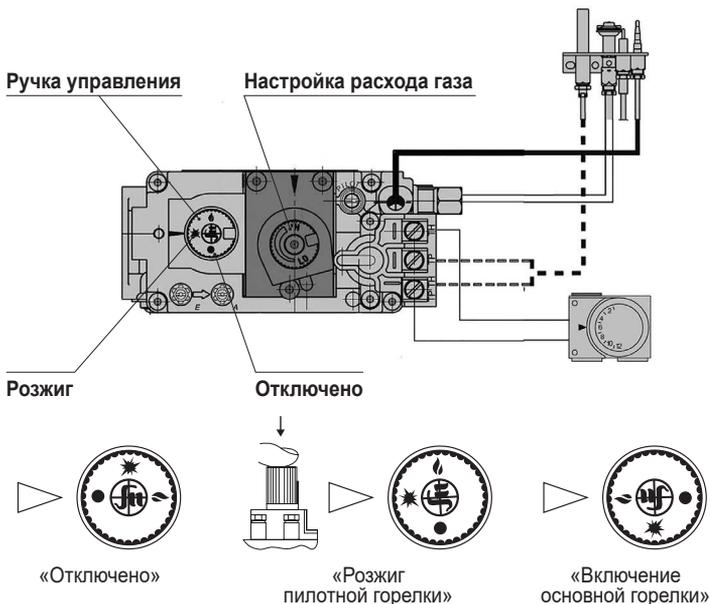

Рисунок 10
- Установить ручку газового блока в положение «Отключено» (см. рис. 10)
ВНИМАНИЕ! для повторного розжига котла НЕОБХОДИМО УСТАНОВИТЬ РУЧКУ В ПОЛОЖЕНИЕ «ОТКЛЮЧЕНО» (см. рис. 10), А ТОЛЬКО ЗАТЕМ ПОВЕРНУТЬ РУЧКУ ГАЗОВОГО БЛОКА В ПОЛОЖЕНИЕ «РОЗЖИГ».
Регулировка осуществляется вращением винта настройки расхода газа (рис. 10). Допускаемый диапазон выходного давления составляет 700...950 Па для природного газа.